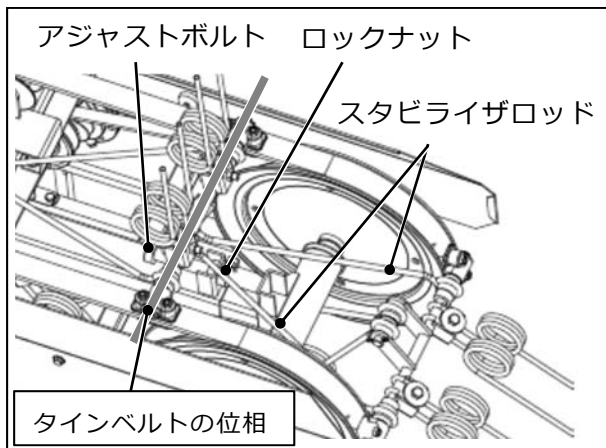

図3
作業中、負荷がかかるとティンベルトがスリップする場合、または2本のティンベルトの位相がずれている場合には図3を参考にベルトの張りを調整してください。
① 図3を参考にティンベルト中央下部でのたわみ 35~40mm になる様にアジャストボルトで調整して下さい。